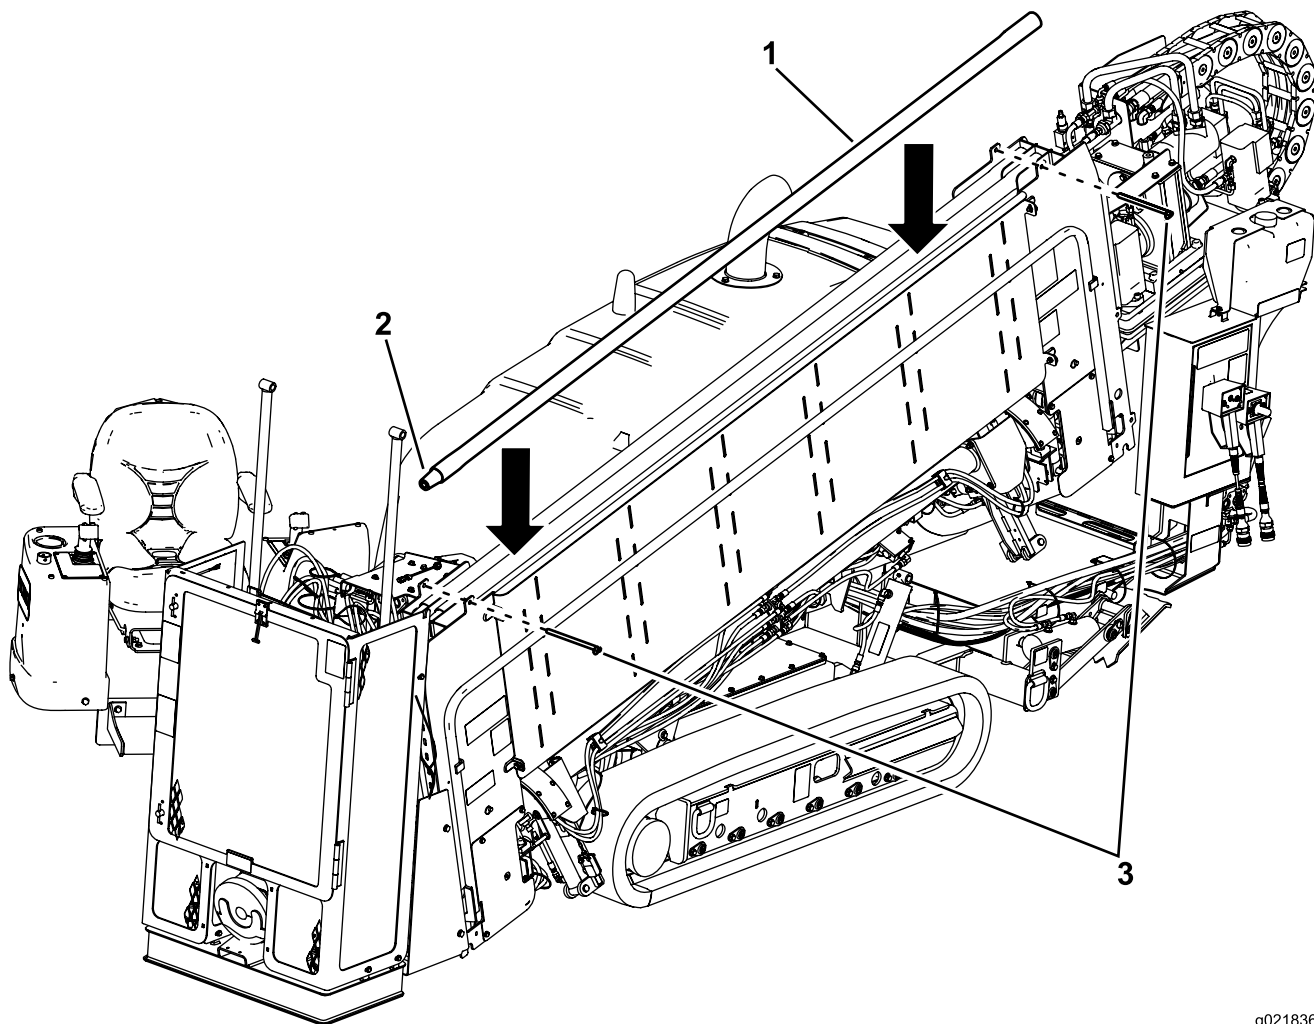

Рисунок 33
1. Извлеките штифты с отверстиями под шпильки из держателя труб (Рисунок 33).
2. Вставьте трубы с верхней части так, чтобы концы с наружной резьбой были направлены в сторону передней части машины (Рисунок 33).